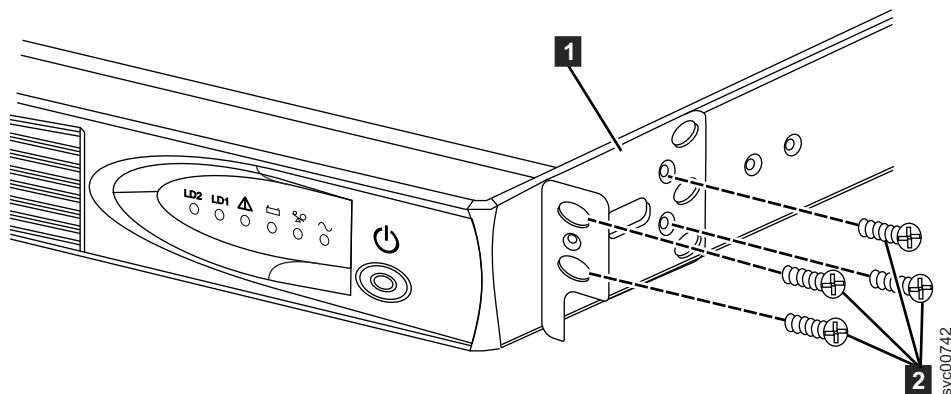

图 8. 安装 2145 UPS-1U 的 2145 UPS-1U 安装支架
3. 针对每个支架，使用四颗 M3 × 6 螺钉 **2** 将安装支架 **1** 较长的一侧连接到 2145 UPS-1U 的每侧，如图 8 所示。